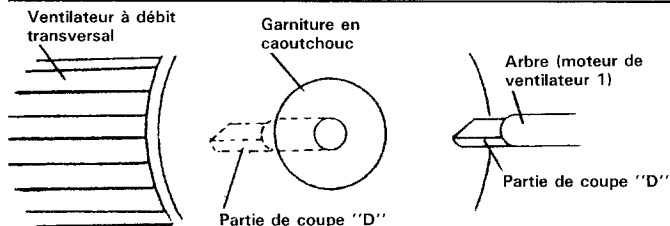

Figure C-2. Ventilateur à débit transversal et moteur de ventilateur 1
1. Reposer l'angle de moteur de ventilateur sur le moteur de ventilateur 1 avec deux (2) vis.
2. Insérer l'arbre du moteur de ventilateur 1 dans la garniture en caoutchouc du ventilateur à débit transversal, comme le représente la Figure C-2.